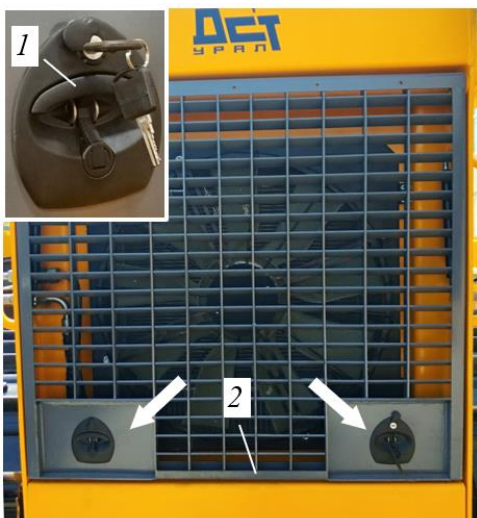

Рисунок 3.70. Защитная решетка радиаторов
- ▶ Открыть защитную решетку блока радиаторов см. рис. 3.70.
- Опустить защитную решетку радиатора и запереть ее на ключ рис. 3.70.
► Открыть защитную решетку радиатор рис. Рисунок 3.70, подробный алгоритм действий изложен в п. 3.4.5.2 Чистка блока радиаторов сжатым воздухом.
- ▶ Опустить защитную решетку радиатора и запереть ее на ключ рис. 3.70.